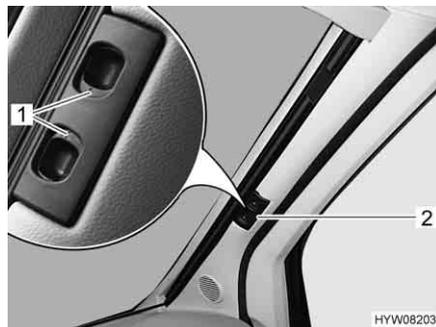

Bild 87 Faltschirm für die Frontscheibe
- Entriegelungsgriffe (Bild 87,1) zusammendrücken und gedrückt halten.
- Die Faltschirm für die Frontscheibe am Griff (Bild 87,2) zur Fenstermitte hin ziehen.
- Die beiden Hälften der Faltschirm für die Frontscheibe am Griff (Bild 87,2) bis zum Anschlag nach außen schieben. Griff dabei auf die Höhe der Verriegelungsaussparung anheben.
- Entriegelungsgriffe (Bild 87,1) loslassen und einrasten lassen.